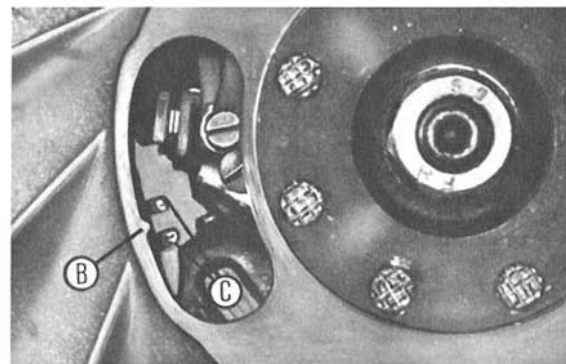
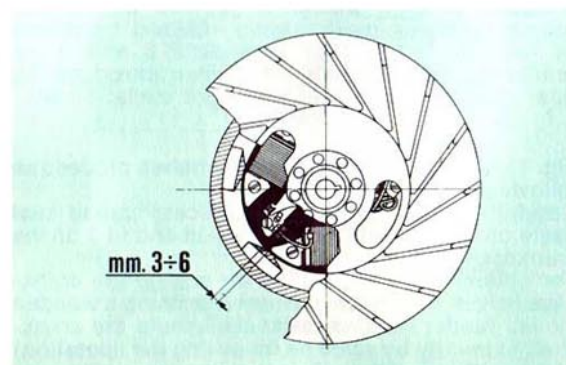

Fig. 73
Fig. 74
- Rotate the coil backplate so that the trace on the stator is aligned with the pointer "B" on the inner edge of the flywheel (Fig. 73).
For vehicles 125 Primavera with "Traditional" flywheel the same instruction as for vehicles with "Plastiform" flywheel are valid except the operations carried out at points b) and d), that should be carried out as follows: b) Rotate the coil backplate so that the feeding coil of the **H. T. coil** assumes the position indicated in Fig. 74.
- Girar el soporte bobinas de manera que la traza "C", sobre el mismo esté alineada con el índice "B", sobre el borde interior del volante (fig. 73).
En los vehículos 125 Primavera, volante de tipo "Tradicional" valen las mismas normas indicadas para los vehículos con volante en "Plastiform", excepto las operaciones del punto b) y d) que deben efectuarse como se indica a continuación: b) - Girar el soporte bobinas de manera que la bobina de alimentación **bobina A. T.** se halle en la posición indicada en la fig. 74.
5) - Now operating through the hole on the rotor, shift the coil backplate so that the conditions described at paragraph "b", for the two types of magneto flywheel are, obtained (see fig. 73 "Plastiform" type, Fig. 74 "Traditional" type).
5) - Actuar a través de la abertura del rotor y desplazar el soporte bobinas de manera que se realicen las condiciones indicadas en el párr. "b., correspondientes a los 2 tipos de volantes (fig. 73 volante en "Plastiform" fig. 74 volante "tradicional".